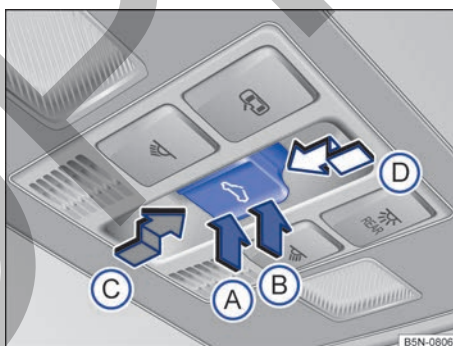

Fig. 65 En el revestimiento interior del techo: tecla del techo de cristal.
- **Ajustar la posición deflectora:** Pulse la tecla por la zona → **fig. 65** **(B)** hasta el primer nivel. Función automática: Pulse la tecla por la zona **(B)** hasta el segundo nivel.
- Presione la tecla  en la dirección → fig. 65  hasta el segundo nivel hasta que el techo se cierre completamente.